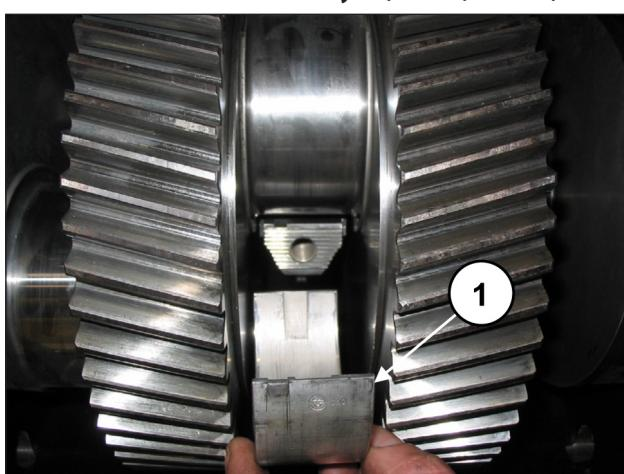

Рис. 80
Вставьте верхние полуподшипники между шатунами и коленвалом (поз. ①, Рис. 80).